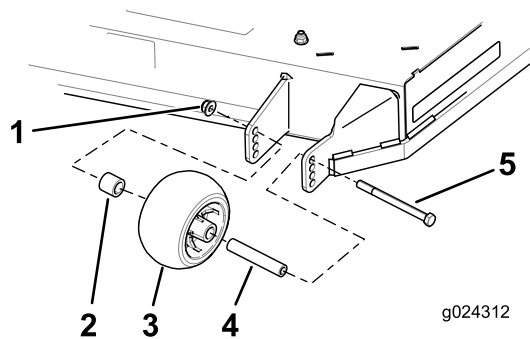

Figura 27
3. Retire la tuerca con arandela prensada, el rodillo protector de césped y el perno de la abrazadera (Figura 27).
- Alinee el perno y el rodillo protector del césped con el taladro del soporte que corresponda a la posición de altura de corte más próxima (Figura 27).
- Introduzca el perno en el taladro del soporte y sujete el perno y el rodillo protector del césped con la tuerca con arandela prensada (Figura 27).